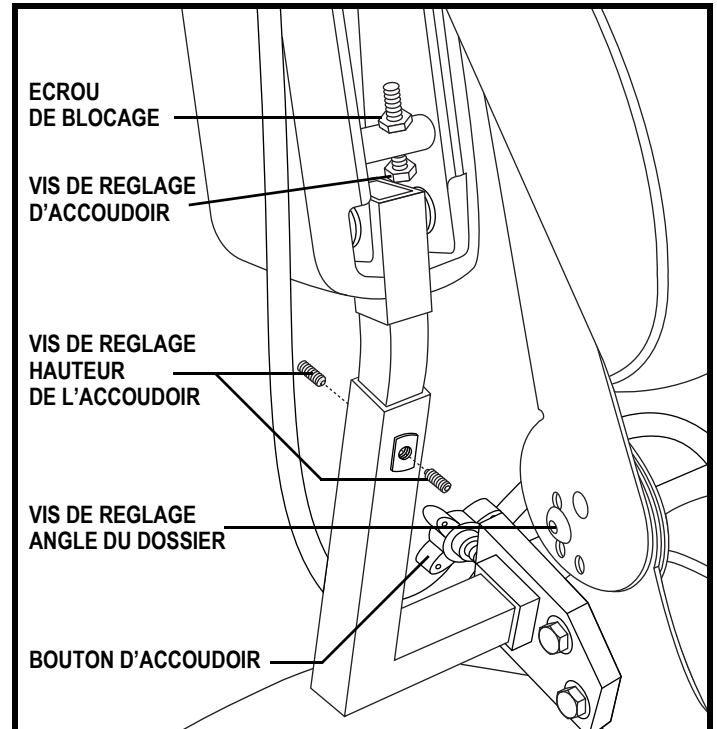

Figure 14. Réglages accoudoirs et dossier
1. Retirez la vis de réglage de l'inclinaison du dossier de chaque charnière. **Voir la figure 14.**
1. Repérez les deux boutons de réglage sur le support des accoudoirs. **Voir la figure 14.**
1. Relevez l'accoudoir perpendiculaire au plancher. **Voir la figure 14.**
1. Desserrez les vis de blocage sur les dos de chaque support d'accoudoir. **Voir la figure 14.**